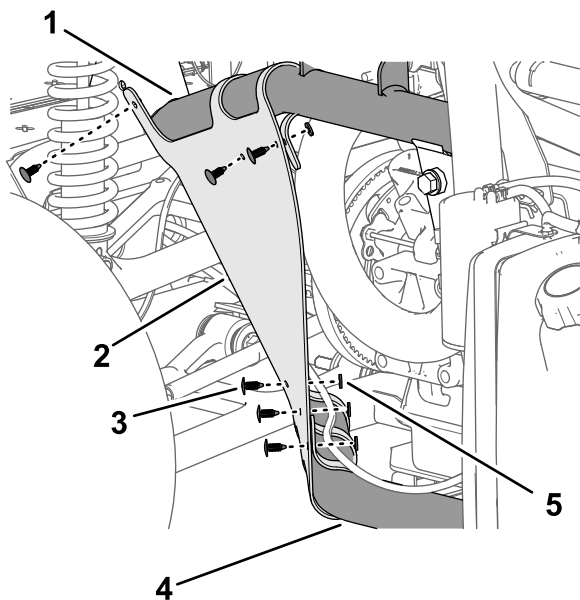

Рисунок 218
2. Прикрепите внутренний кожух крыла к трубам рамы с помощью 6 вставных держателей (Рисунок 218).
3. Совместите отверстия в крыле с отверстиями в раме машины, как показано на Рисунок 218.